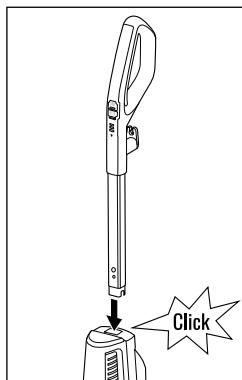

Fig. 1
- ◆ Sæt motordelen ① ind i åbningen på oversiden af produktet, indtil motordelen ① går i indgreb i åbningen, så det kan høres (se fig. 1).